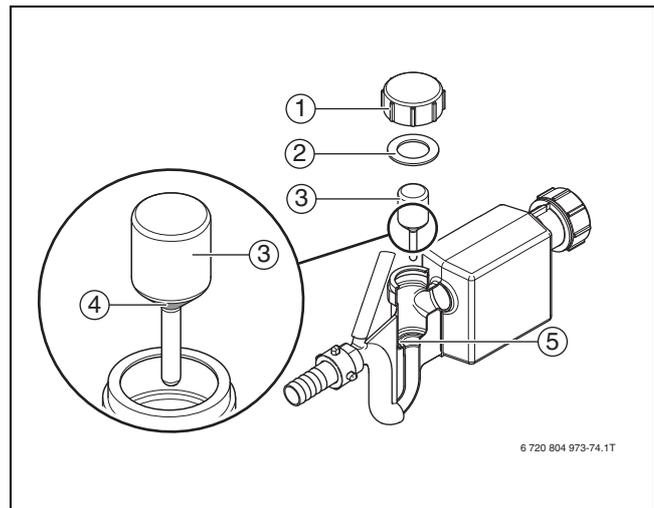
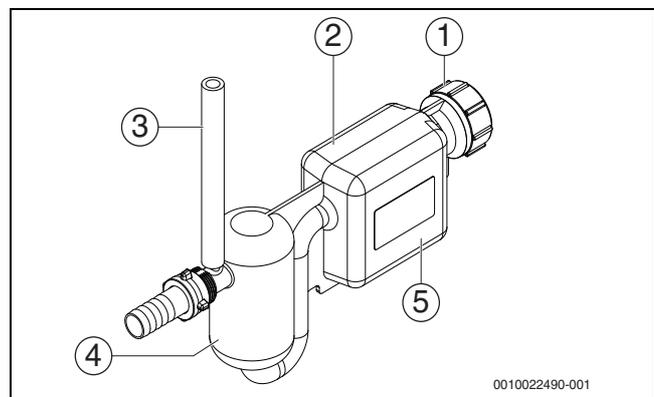
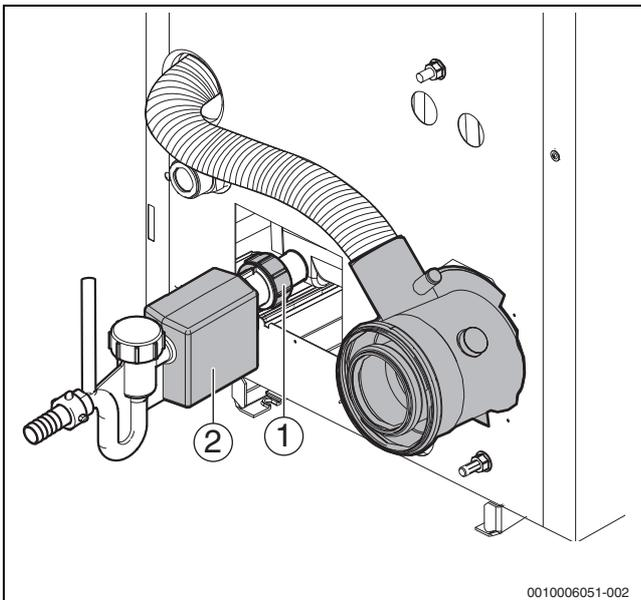

Fig. 77 Nettoyage du siphon, version 1
Fig. 78 Siphon, version 2
Fig. 79 Nettoyer le bac à condensats ; représentation avec siphon version 1
Selon l'état de fabrication, différentes versions de siphon peuvent être livrées ou montées (→ fig. 77 et 78).
- ▶ Desserrer les raccords à vis sur les buses de raccordement du bac à condensats [1] et retirer le siphon [2] (→ fig. 79).
- ▶ Visser le siphon (→ fig. 77) aux buses de raccordement du bac à condensats (→ fig. 79).
- ▶ Remplir d'eau le siphon (→ fig. 78 ; réservoir de compensation [4] et bac de récupération des saletés [5]).
- ▶ Visser le siphon (→ fig. 78) aux buses de raccordement du bac à condensats (→ fig. 79).
- ▶ Faire l'appoint d'eau par le tuyau de purge (→ fig. 78, [3]) et veiller à ce que le siphon soit entièrement rempli.